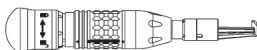

Figura 5 Manga de libertação
1. Segure a peça de mão com firmeza com uma mão e com a outra mão empurre e rode a manga de libertação do dispositivo de fixação até a seta estar alinhada com o símbolo de desbloqueio (Figura 5).